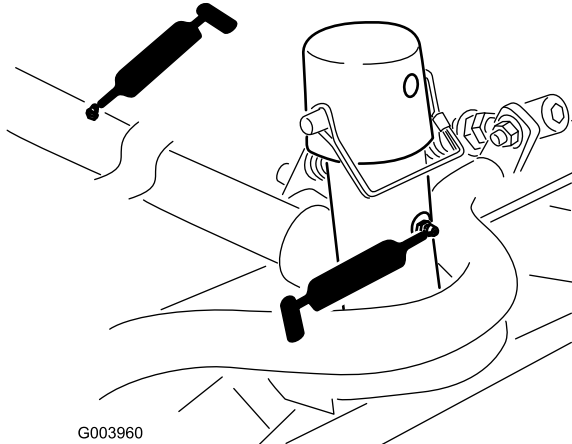

Figura 44
- Estrutura de suporte e articulação da unidade de corte (2 de cada) (Figura 44)